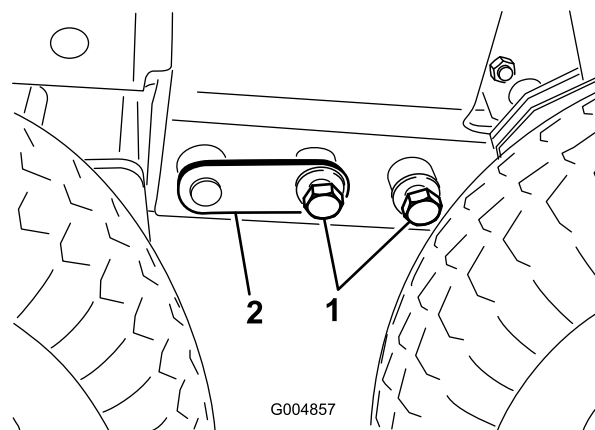

Figura 111
34. Regolate il martinetto o inclinate manualmente la cabina come necessario per montare i bulloni (3/4 poll.) su ciascun lato (Figura 111).